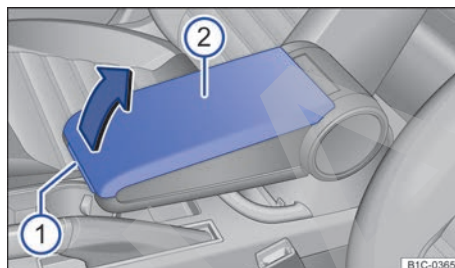

Fig. 123 En el reposabrazos central: portaobjetos.
- **Apertura:** Presione la tecla → fig. 123 ① y levante la tapa ② en el sentido de la flecha.
- **Cierre:** Baje la tapa ②.